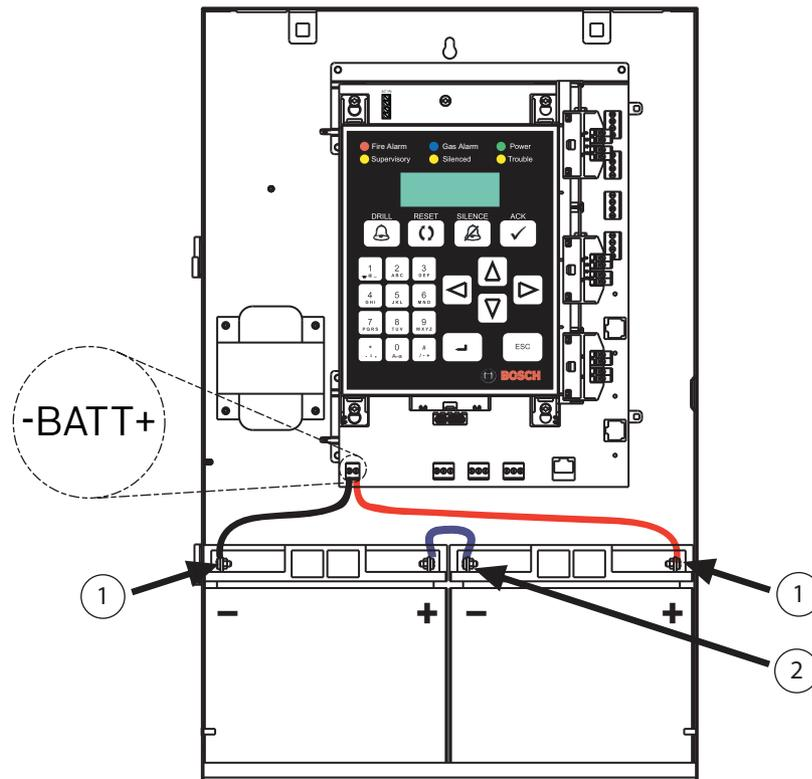

Figura 4.32 Conexão das Baterias de Alimentação Auxiliar
1. Observe a polaridade do cabeamento e conecte os cabos da bateria aos terminais da bateria BATT na placa principal (Figura 4.32). Utilize apenas baterias da mesma capacidade (Ah). Conecte as baterias em série.